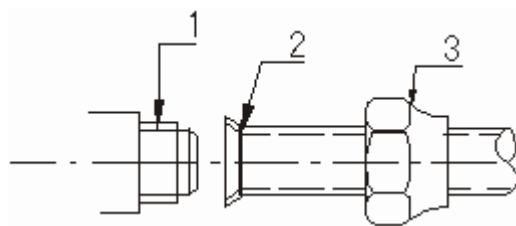

图 1-1-7
5、扩口连接 喇叭口连接用于分体式空调器的室内机组的制冷剂管道连接。一般需要在连接的铜管端部扩制喇叭口，然后用专用的力矩扳手和呆扳手连接，见图 1-1-7 所示。